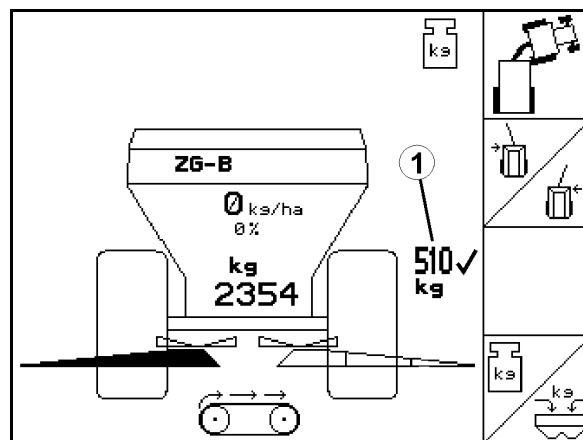

Fig. 37
- En el menú de trabajo se visualiza la dosis de abono aplicada (Fig. 37/1).